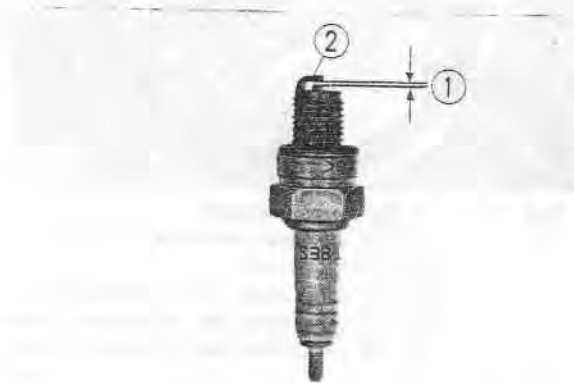

Fig. 19-7 ① Ecartement des électrodes
(1) Enlever les bougies à l'aide de la clé à bougie livrée avec la CB 750. La bougie démontée doit être inspectée en détail. Si les électrodes sont excessivement usées, déformées ou si la porcelaine est cassée, la bougie doit être changée. Vérifier la marque et le type de chaque bougie. Toutes les bougies doivent être identiques et du type convenable.
(2) La bougie qui peut être réutilisée doit être nettoyée. S'il n'est pas possible de disposer d'un appareil à nettoyer les bougies, utiliser une brosse métallique ou l'extrémité pointue d'un fil métallique pour enlever les dépôts de calamine fixés sur les électrodes et autour de l'isolant en porcelaine; faire suivre cette opération par un lavage au solvant puis sécher avec un chiffon.
(3) Si nécessaire régler l'écartement des électrodes à 0.6~0.7 mm en agissant sur l'électrode de masse. Vérifier cet écartement avec une cale d'épaisseur. (Fig. 19-7)
(4) Si l'on dispose d'un contrôleur de bougies, les bougies doivent être contrôlées afin de vérifier leurs qualités. Les bougies dont les caractéristiques ne sont pas correctes doivent être changées.
(5) Remonter les bougies à l'aide de la clé spéciale. Monter la bougie dans la douille de